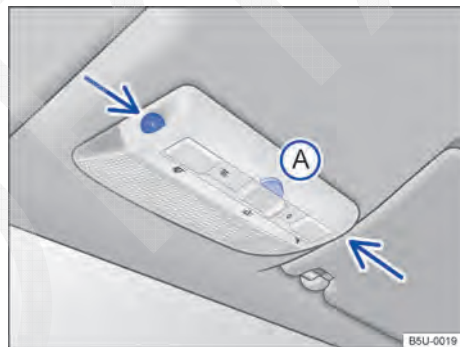

Fig. 24 No console do teto: sensores de monitoramento do interior do veículo e tecla **A** para desligar o monitoramento do interior do veículo.
O monitoramento do interior do veículo dispara o alarme com o veículo travado, se reconhecer movimentos no interior do veículo. O sensor e o receptor estão localizados no conjunto da lanterna de leitura → Fig. 24 (setas).
- Pressionar a tecla → Fig. 24 (A). No painel de instrumentos a luz de controle → Fig. 19 se acende.